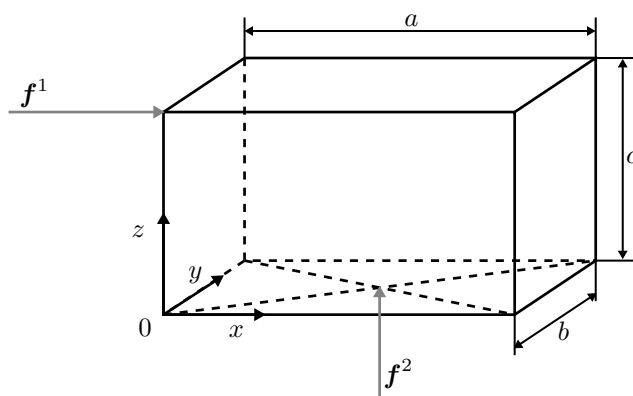

Abb. 4: Zur Bestimmung des Schwerpunkts.
c) Betrachtet wird der in Abbildung 4 dargestellte Quader, dessen Dichte durch die Gleichung